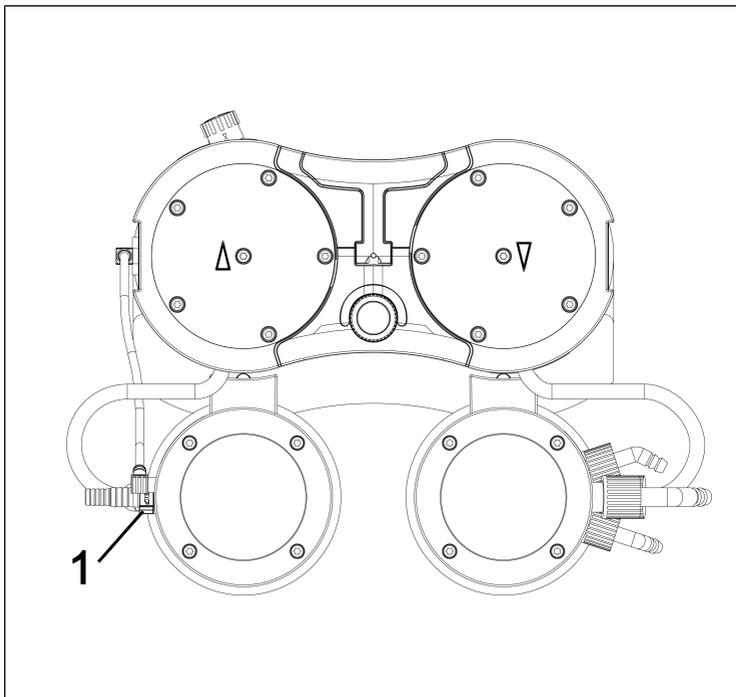

图16: 松开软管连接器
3. 从真空系统组件上松开软管连接器（1/图 16）的活接螺栓。
**i** 如有必要，使用开口扳手SW14松开分离器软管连接器（1/图 16）的活接螺栓。
10. 将分离器软管连接器（1/图 16）的活接螺栓拧入分离适配器处，直到限位。
**i** 如有必要，使用开口扳手SW14拧紧分离器软管连接器（1/图 16）的活接螺栓